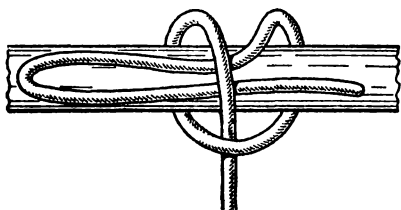

Рис. 99. Шляпочный узел
**Шлюпочный узел** (рис. 99). Применяется при буксировке шлюпок и во время их стоянки под выстрелом у борта корабля только в тех случаях, когда в них находятся люди. Сначала ходовой конец фалиня пропускают в носовой шлюпочный рым, потом под первую банку, далее обносят сверху вокруг второй банки, выводят конец над тросом и вновь ведут под банкой, затем конец фалиня складывают в виде петли и заводят под шлаг, сделанный сверху банки. Шлюпочный узел легко развязывается, если потянуть за ходовой конец фалиня, лежащий на банке.